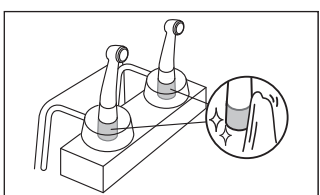

図 21
- 1 ハンドピースホルダーに保持される部分は、消毒用アルコールで汚れを拭き取ってください（図21）。